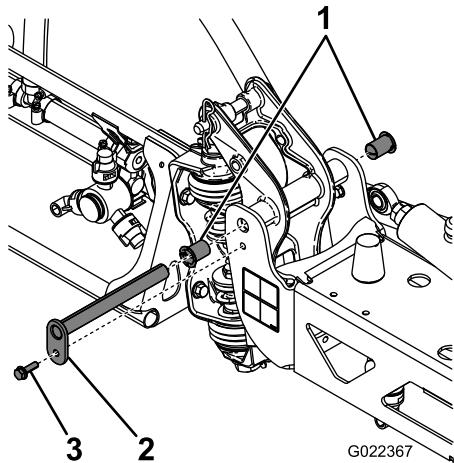

图 62
3. 支撑住喷洒臂的重量然后拆下将枢轴销紧固到喷洒臂组件的螺栓和螺母 图 62。
7. 在尼龙轴套上涂上少量的机油然后将轴套装回到枢轴支架上 图 62。
8. 将喷洒臂和枢轴支架装回中心机架上与孔对齐 图 62。
4. 卸下固定枢轴销的螺栓和螺母然后取下枢轴销 图 62。
6. 从枢轴支架的前后侧拆下尼龙轴套并进行检查 图 62。